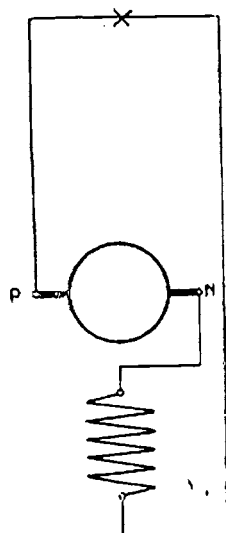

Fig. 206. — Schema generatorului cu excitație în serie
**117. Generatorul cu excitație în serie.** La acesta, înfășurarea indusului și a inductorului sunt legate în serie, deci ele sunt străbătute de același curent. Sârma inductorului va trebui să fie corespunzător de groasă (fig. 206).